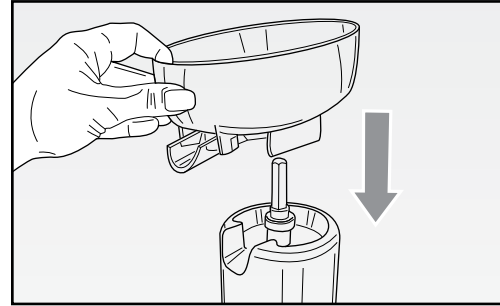

Fig. 3
- Wstawić kanalik (E) w taki sposób, aby odpowiedni otwór centralny złączył się trzpieniem (F) i dzióbek umieścił się we wgłębieniu znajdującym się w obudowie urządzenia (Rys. 3).
- Установить ёмкость (E) таким образом, чтобы её центральное отверстие встало на ось (F), а носик оказался в углублении корпуса прибора (Рис. 3).